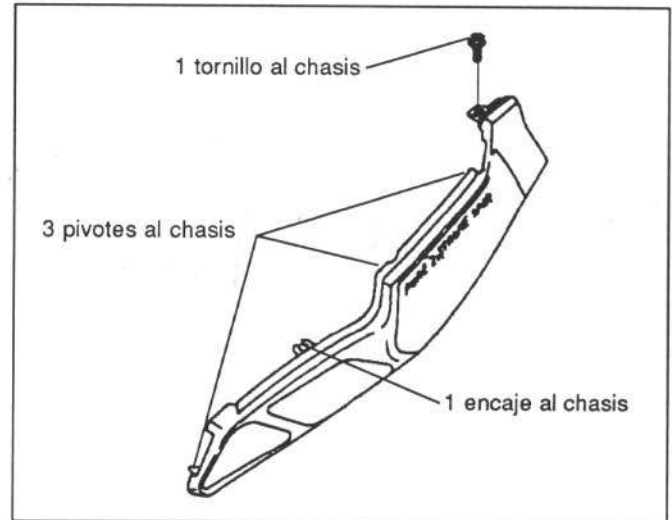

Figura 21.- Unión del carenado lateral
En la figura 21 se muestra su fijación.
- Carenados laterales (figura 21)